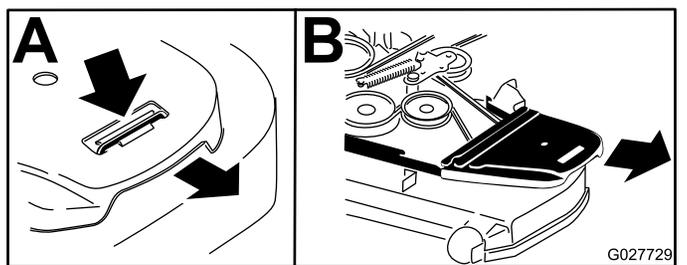

Figura 63
7. Retire las cubiertas de las correas y los pernos que están sujetos a las mismas (Figura 63).